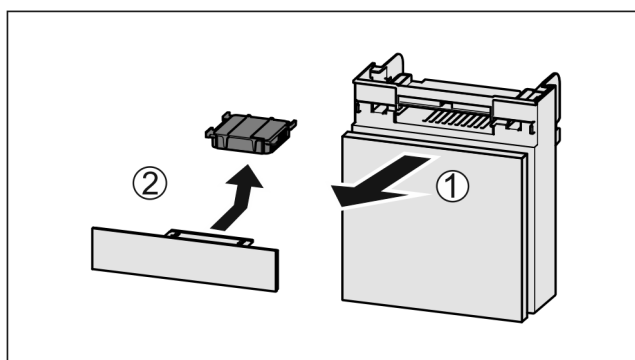

Fig. 108
- ▶ Вытянуть Fig. 108 (1) отделение движением вперед.
- ▶ Извлечение Fig. 108 (2) фильтра с активированным углем.